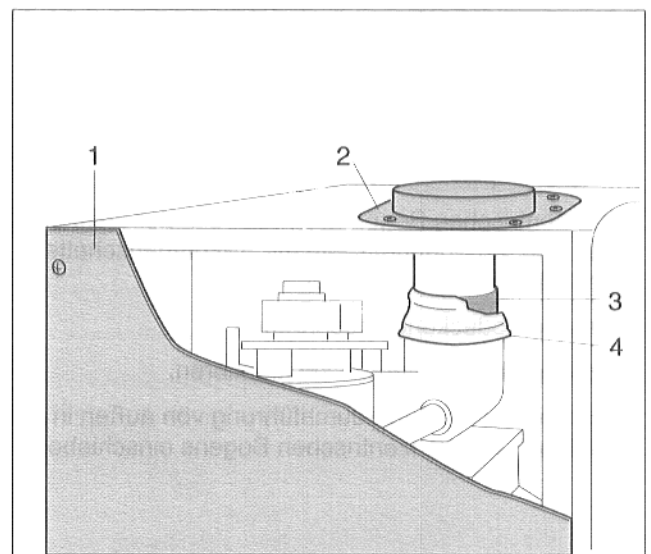

Abb. 16 Abgasadapter lösen
- Brennraumabdeckung (Abb. 16, Pos. 1) abschrauben.
- 6 Schrauben (Abb. 16, Pos. 2) am Abgasadapter lösen.
- Silikonmanschette (Abb. 16, Pos. 4) und Verbindungsring (Abb. 16, Pos. 3) nach oben schieben.